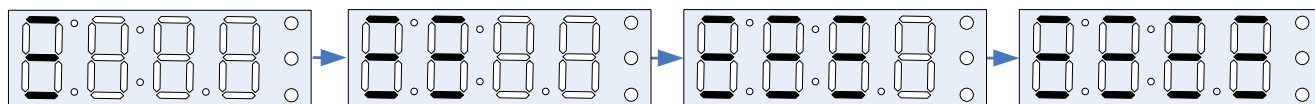

Рис. 7
2.2.3 Включить сигнализатор, удерживая нажатой кнопку «Питание» не менее 5 секунд, при этом на индикаторе, последовательно, с интервалом в  $\sim 1$  секунду, должны засветиться три горизонтальных сегмента всех разрядов индикатора, как показано на Рис. 7.